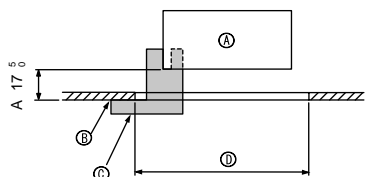
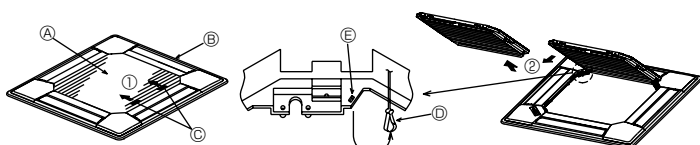
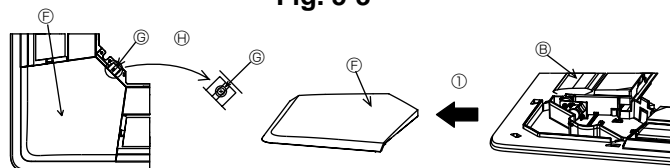

Fig. 5-2
Fig. 5-3
Fig. 5-4
①	Решетка	1	950 × 950 (мм)
②	Винт с привязной прокладкой	4	M5 × 0,8 × 25
③	Шаблон	1	(Поделен на четыре части)
④	Фиксатор	3
⑤	Винт	4	4 × 8
⑥	Винт	1	4 × 12
⑦	Угловая панель i-see sensor	1	для PLP-6BAE
5.2. Подготовка к установке вентиляционной решетки (Fig. 5-2)
- С помощью поставленного в комплекте шаблона ③ отрегулируйте и проверьте положение устройства по отношению к потолку. При неверном расположении устройства по отношению к потолку возможно прохождение воздуха или накопление конденсации.
- Ⓒ Шаблон ③ (Вставлен в устройство)
5.2.1. Удаление воздухозаборной решетки (Fig. 5-3)
- Сдвиньте рычаги в направлении, обозначенном стрелкой ①, чтобы открыть воздухозаборную решетку.
- Пока воздухозаборная решетка находится в "открытом" положении, удалите стержень воздухозаборной решетки с вентиляционной решетки в направлении стрелки ②.
5.2.2. Удаление угловой панели (Fig. 5-4)
- Удалите винт из угла угловой панели. Для удаления угловой панели сдвиньте угловую панель в направлении стрелки ①.
[Fig.5-3, 5-4]